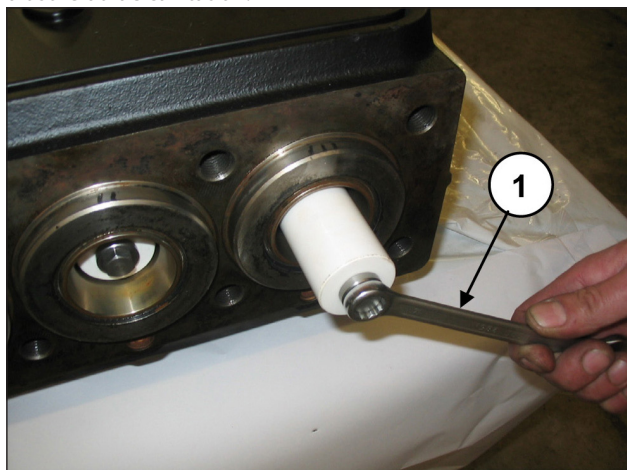

Fig. 132
Démonter les pistons en dévissant les vis de fixation (rep. ①, Fig. 132).